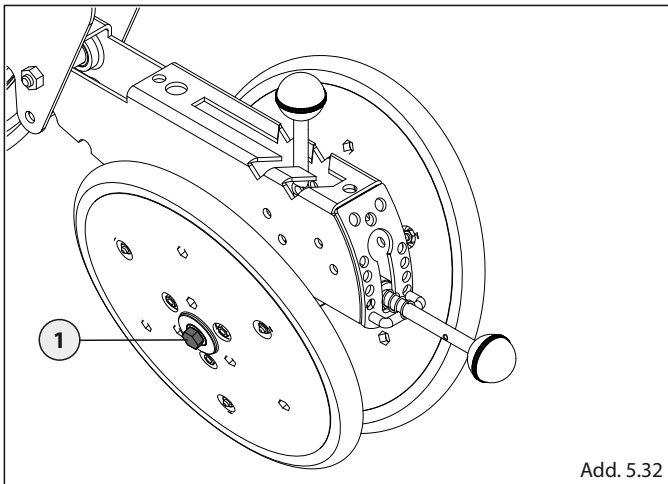

Abb. 5.32
Die Furchenschließräder (Abb.5.32) haben die Aufgabe, die Furchen zu schließen und anzudrücken, die von den Säscharen hinterlassen werden.
- Die Muttern **1** festdrehen, um den Abstand zwischen den Rädern zu verringern. (Abb.5.32).